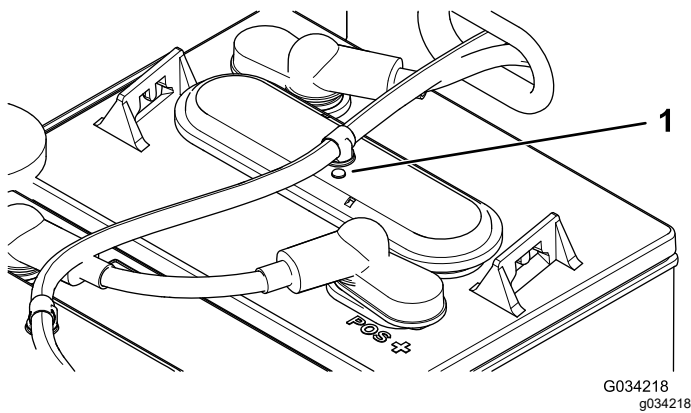

Bild 38
- Prüfen Sie die Augen an jeder Batterie, ob sie schwarz oder weiß sind (Bild 38).